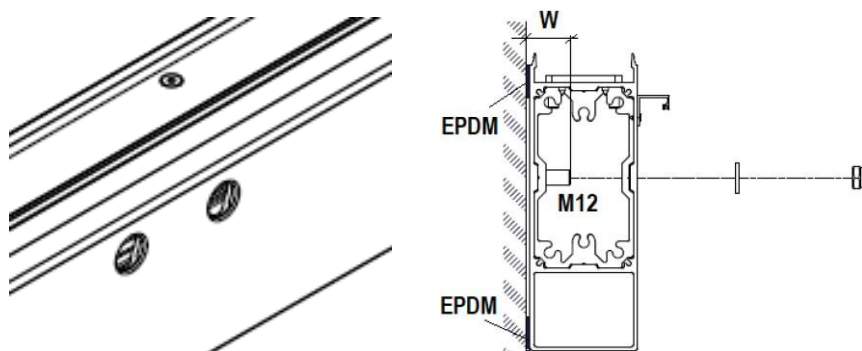

Abbildung 24
2. Setzen Sie die Anker der Größe M12 (nicht im Lieferumfang von SELT enthalten) in den Untergrund ein und achten Sie dabei auf ihre gemeinsame Ausrichtung und die Einhaltung der Achsabstände gemäß der Anordnung der Löcher im Balken. Halten Sie den richtigen Abstand des Ankers von der Wandfläche im Bereich von $W = \text{min. } 35 \text{ und max. } 45 \text{ mm}$ ein (Abb. 24).
3. Auf die Rückseite des Trägers (auf der Mauer-Seite) nach dem Entfetten an der Ober- und Unterkante (Abb. 24) auf.